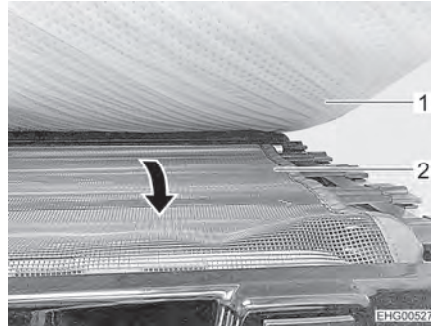

Bild 62 Sicherungsnetz
- Sicherungsnetz (Bild 62,2) unter der Matratze (Bild 62,1) herausziehen und über die Einstiegsöffnung spannen.